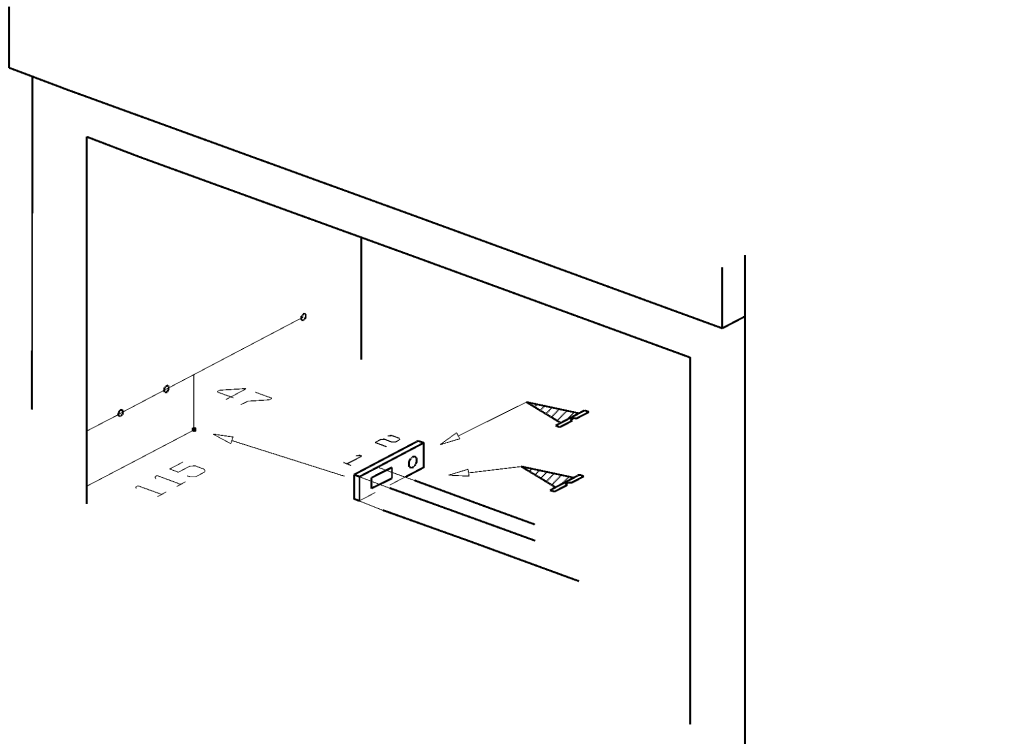

Fig. 4
- In assenza del ripiano fissare la staffa blocco macchina (rif. 29), come da fig. 4. Fissare la vite 1 nel foro asolato della staffa, regolare la posizione della stessa e bloccarla definitivamente con la vite 2.